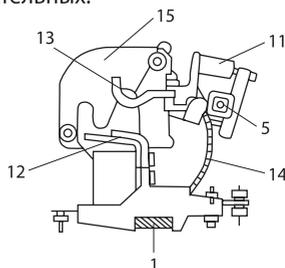

Рисунок 6. Схематический разрез контактора по одному полюсу
уменьшается ток в катушке и устанавливается рабочий режим с минимальными тепловыми потерями. Вал (5) поворачивается и приводит к замыканию всех пар силовых контактов и переключает дополнительные контакты (7). При снятии напряжения с катушки (4) подвижная часть магнитной системы под действием возвратной пружины (11) (см. рис. 6) отрывается от неподвижной и возвращается в исходное положение, разрывая цепи силовых контактов и переключая цепи дополнительных.